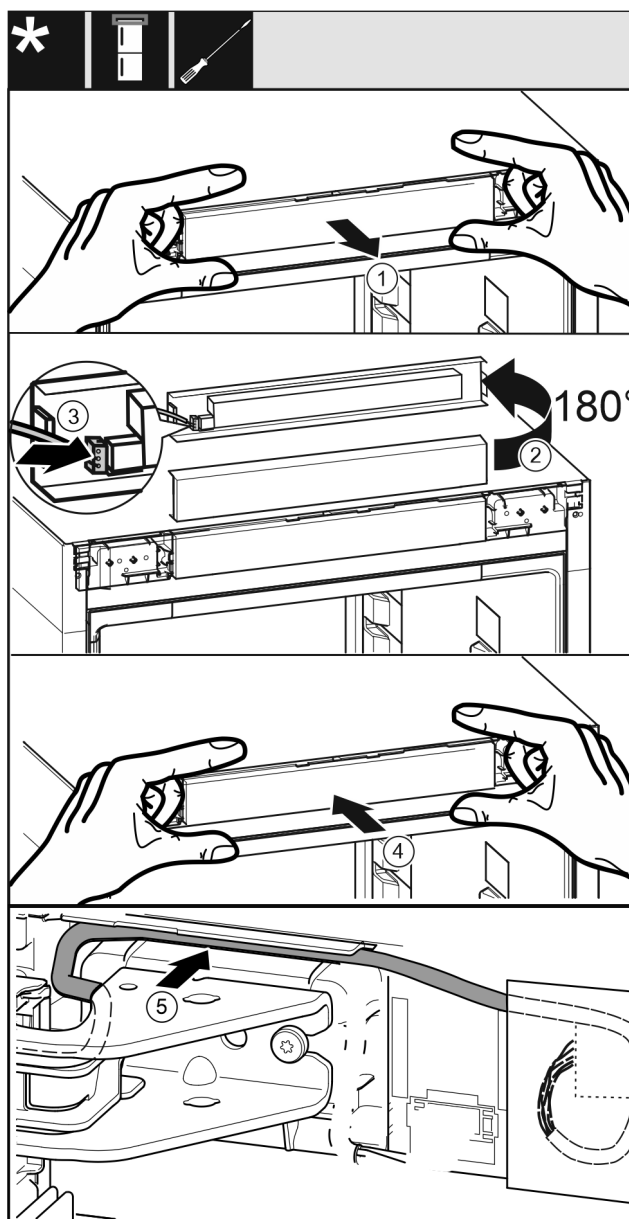

Fig. 60
- ▶ Осторожно извлеките фальшпанель Fig. 60 (1).
- ▶ Поверните фальшпанель Fig. 60 (2) вверх на 180°.
- ▶ Зафиксируйте штекер Fig. 60 (3) на фальшпанели.
- ▶ Снова зафиксируйте фальшпанель Fig. 60 (4) на устройстве.
- ▶ Осторожно проложите кабель Fig. 60 (5) в направляющей над верхним опорным кронштейном.